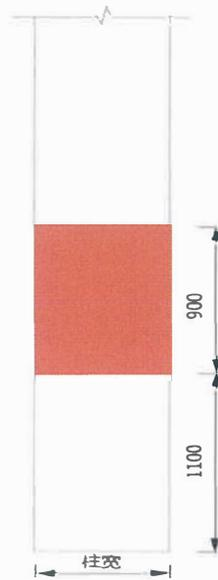

图 6 应配建区柱体标识样式及尺寸示例
3. 应配建区柱体标识应涂刷色带。标识样式及尺寸示例见图 6。